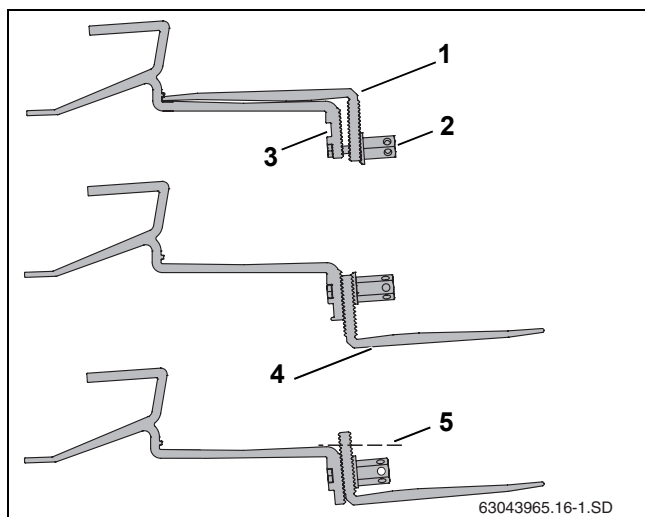

Fig. 13 Fijación del gancho de tejado sobre cabrios
En algunas cubiertas de tejado puede ser necesario calzar la parte inferior de los ganchos de tejado (Fig. 13, [4]) con tablas o tablones para que el gancho de tejado repose sobre la teja.
- ▶ Suelte la tuerca hexagonal larga (Fig. 13, [2]).
- ▶ Introduzca el tornillo en el orificio superior (Fig. 13, [3]).
- ▶ Fije sin apretar la parte inferior del gancho de tejado (Fig. 13, [1]). No apriete aún la unión.